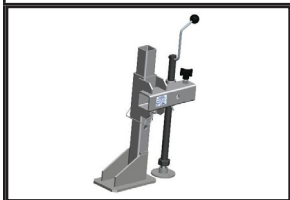

Bild 10
- C-KLÄMMA FÖR FORDONSKOPPLING: A2126-14/ A2126-33 (se bild 10)